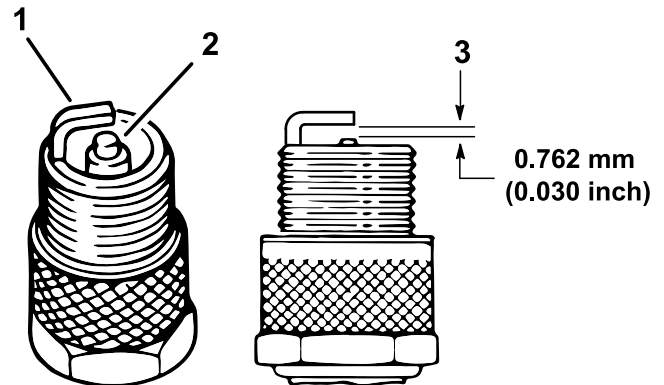

Figura 46
certificando-se de que não se encontram danificados (Figura 46).
5. Ajuste a folga existente entre a zona central e lateral do eléctrodo para 0,762 mm, como se mostra na Figura 46.